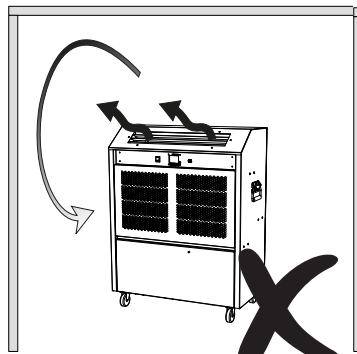

Fig. 4
**Fig. 4 :** Il convient de veiller à éviter toute obstruction des sorties d'air au risque d'entraîner une recirculation inversée et un contrôle inadéquat du dispositif.